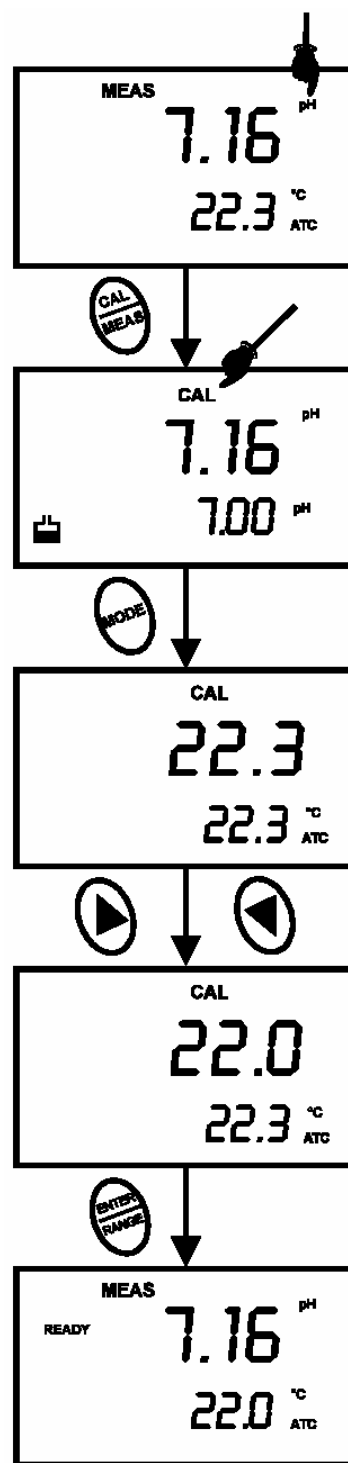

Figure 11 – Etalonnage de la température en mode pH
7. Après avoir sélectionné la température correcte, appuyer sur la touche **ENTER** (entrée). L'appareil revient automatiquement en mode de mesure du pH. Voir figure 11.